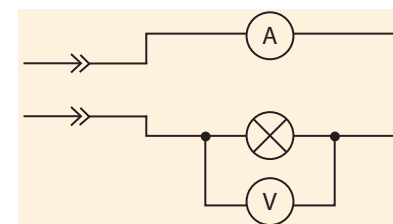

Fig. 3
5. În fig. 3 este reprezentată schema unui circuit electric. Determinați lucrul curentului electric în 1 oră, dacă indicațiile ampermetrului și voltmetrului sunt corespunzător 0,5 A și 220 V.